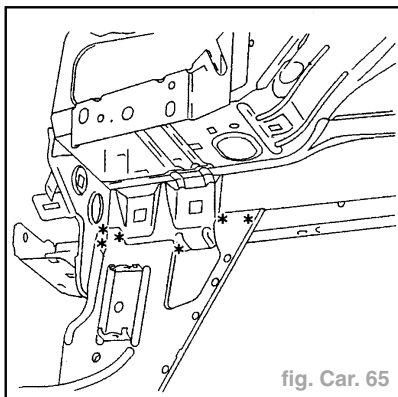

fig. Car. 65
- Dégraffer les points à l'aide d'une fraise de  $\varnothing = 8 \text{ mm}$  (fig. Car. 65).